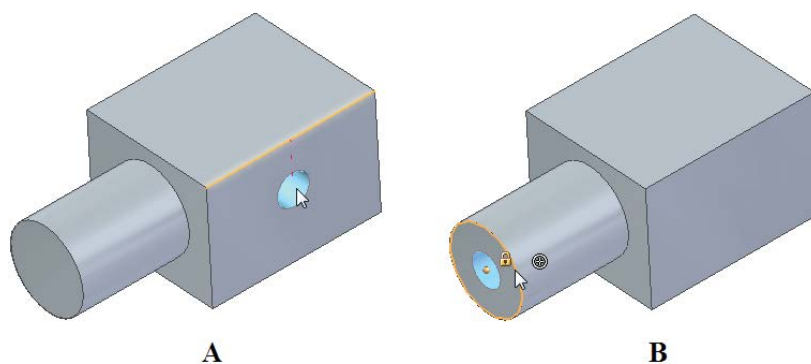

Рис. 2.4.3. Задание точного положения отверстия с помощью характерных точек: А – центральной точки линейного ребра, В – центра кругового ребра
- в процессе размещения отверстия использовать характерные точки, выбрав нужную из них в параметрах команды. Далее необходимо подсветить мышью нужное ребро модели, и динамическое положение центра отверстия будет выровнено относительно характерной точки (рис. 2.4.3);